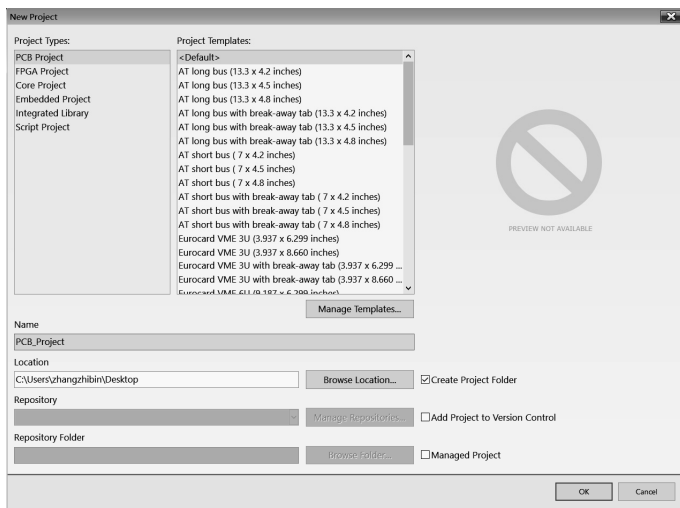

图 1-2-3 New Project 对话框
① 确定工程类型。对话框中 Project Types 为工程的类型，本例选择 PCB Project 选项。
② 确定工程模板。对话框中 Project Templates 为工程的模板类型。这里所列出的模板类型都是标准化的 PCB 类型，如果设计中 PCB 不符合这些标准，则可选择<Default>选项。本例选择<Default>选项。
③ 确定工程名。对话框中 Name 文本框中是默认的工程名称，此处由于是 PCB 工程，所以默认的工程名称为 PCB_Project。本例工程名称选择默认名称。
④ 确定工程的存储路径。对话框中 Location 文本框为工程的存储路径。用户可以直接在文本框中输入存储路径，也可以单击【Browse Location】按钮，在浏览文件夹对话框中选择需要的存储路径。本例选择笔者所使用计算机的桌面为存储路径，如图 1-2-3 所示。